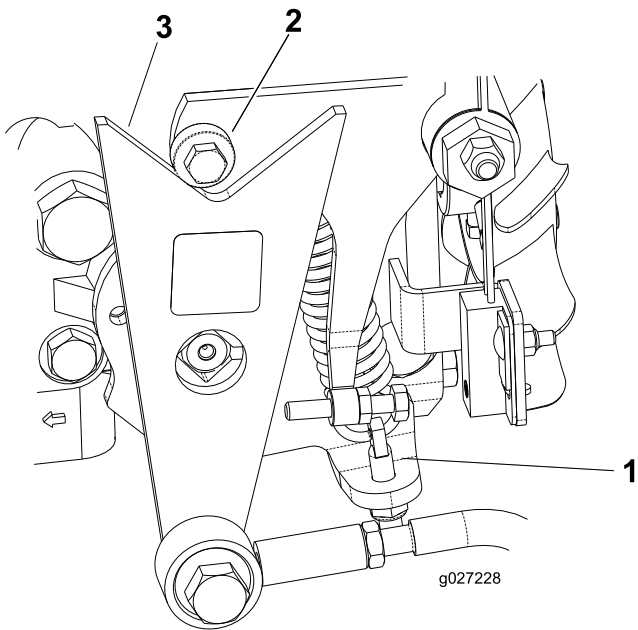

図 48
- 回転方向が正しければ、エンジンを停止し、スプリング調整ピンのロックナットの調整を行う 図 48。走行系統のニュートラル調整を行う 走行ドライブのニュートラル調整 \(ページ 28\)を参照。